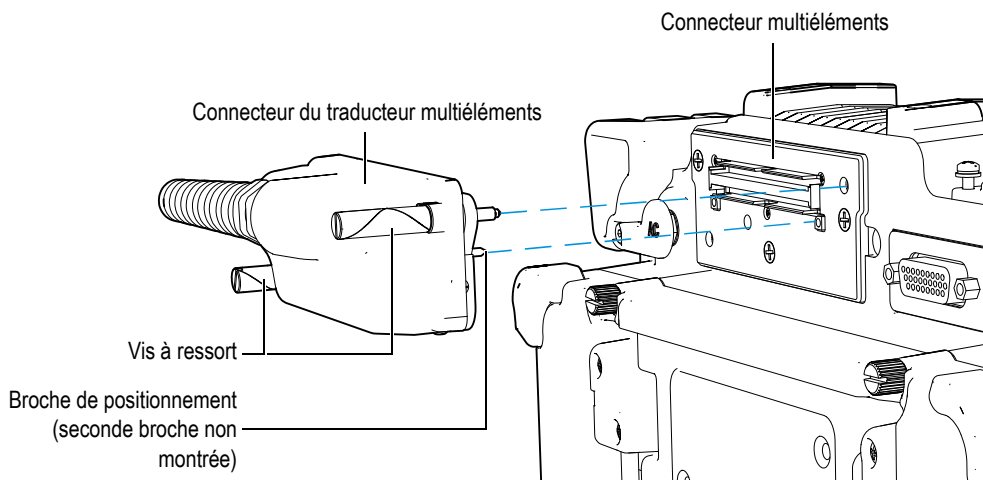

Figure 1-8 Connecteur de traducteurs multiéléments
L' EPOCH™ 1000iR et l' EPOCH 1000i sont fournis en standard avec un connecteur de traducteur multiéléments, situé sur le panneau arrière de l'appareil (voir la Figure 1-8 à la page 30).
Le connecteur de traducteurs multiéléments est muni de deux broches de positionnement permettant connecter tous les traducteurs multiéléments (voir la Figure 1-8 à la page 30). Deux vis à ressort maintiennent le traducteur multiéléments correctement en place dans le connecteur de l'appareil ; elles doivent toujours être vissées complètement avant d'utiliser le traducteur.
1. Alignez les deux broches de positionnement du traducteur multiéléments sur les trous du connecteur de l'appareil (voir la Figure 1-8 à la page 30).